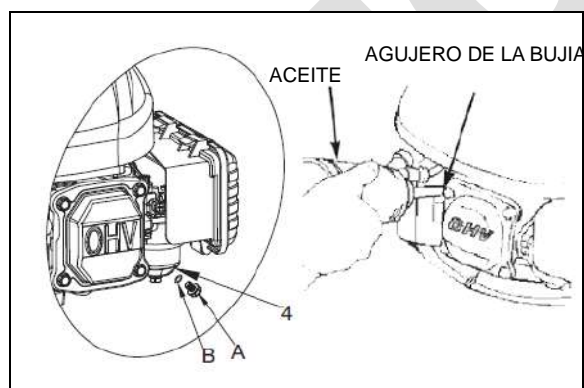

Fig. 13
3. Después de que todo el combustible se haya drenado en el contenedor; reinstale el perno de drenaje y la arandela. Apriete bien el perno de drenaje. (Vea Fig. 13)